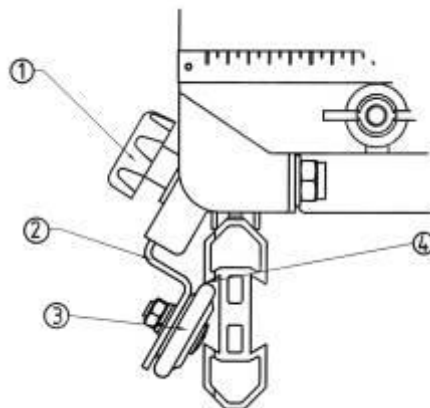

Fig3 : Desserrage de l'anti-basculé
- Pour libérer le chariot de la machine, desserrez l'écrou papillon (1 sur fig1) et remettez la pièce de blocage le long de la réglette puis resserrez l'écrou papillon. Desserrez le bouton (1 sur fig3) de chaque côté du chariot, puis faites glisser les 2 pattes (2) dans leur position la plus basse. Vous pouvez alors retirer le chariot.